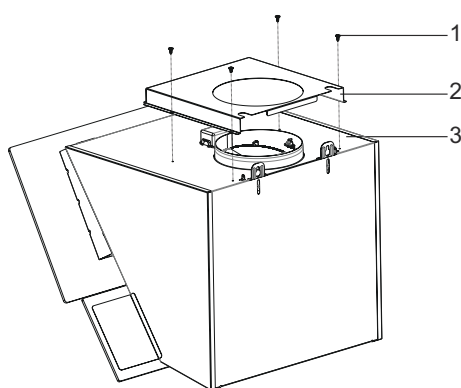

Fig. 10
- Metaladapteren skal fastmonteres med 4 stk 3,5x9,5 skruer (Fig. 10)